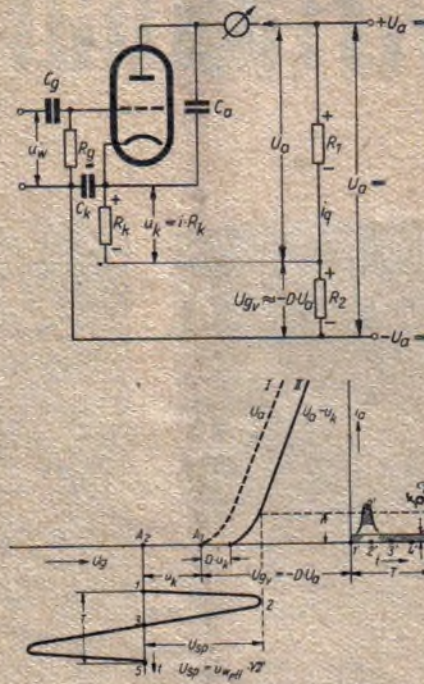
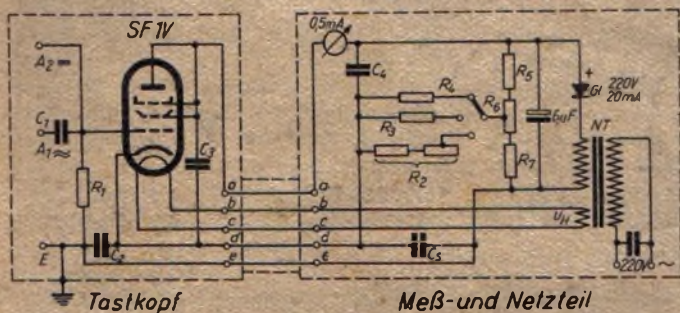

Abb. 1. Prinzip des Anodengleichrichters mit Gegenkopplung (C-Gleichrichtung)
Abb. 2. Schaltung des Tast-Röhrevollmeters (C-Anodengleichrichter mit Gegenkopplung)
Die Wirkungsweise des RVM ergibt sich an Hand der schematischen Darstellung in Abb. 1 wie folgt:
In Abb. 2 ist nun die Schaltung eines ausgeführten RVM dargestellt. Zuerst ist eine Entscheidung über die Art der zu benutzenden Röhre zu treffen. Ist man besonders an Messungen im KW- und UKW-Bereich interessiert, dann ist eine für UKW geeignete Röhre wie SD 1 A, PH 4675, RV 12 P 2000 (als Triode) oder ähnliche besonders gut geeignet. Diese Röhren weisen infolge ihres kleinen Gitter-Katodenabstandes auch bei sehr hohen Frequenzen einen großen Eingangswiderstand auf, bedämpfen also die Meßspannung weniger. Außerdem lassen sie sich infolge ihrer kleinen mechanischen Größe bequem in einen Tastkopf einbauen.
Für den Schallplattenbetrieb mit dem Rundfunkempfänger ist im allgemeinen eine zweistufige Verstärkung erforderlich. Fast alle Einkreiser sind jedoch nur mit einer Niederfrequenzstufe ausgerüstet, so daß das Audion zur Verstärkung mit herangezogen werden muß. Der Anschluß wird zweckmäßig zwischen Gitter und Masse vorgenommen, der Schaltkontakt (I) zwischen Gitter und Tonabnehmer gelegt. Es ist zu empfehlen, der Audionröhre beim Schallplattenbetrieb eine kleine Gittervorspannung zu geben. Das geschieht mit Hilfe des Widerstandes R_1 , der etwa 2 ... 5 k Ω erhält und durch einen Elektrolytkondensator von 20 ... 50 μF überbrückt wird. Dieser Widerstand wird bei Rundfunkbetrieb mit III kurzgeschlossen (Abb. 1). Eine andere Möglichkeit besteht darin, die Steuerung der für die Niederfrequenzverstärkung ausgenutzten Audionröhre am Schirmgitter vorzunehmen (Abb. 2). Die Verstärkung ist jedoch wegen der kleineren Steilheit geringer als bei der Steuerung über das Gitter 1. In diesem Falle muß der Siebkondensator beseitigt werden, damit kein Kurzschluß für die Steuerspannung eintritt. Das geschieht am einfachsten dadurch, daß man ihn in Reihe mit dem Tonabnehmer schaltet. Dadurch wird gleichzeitig der Tonabnehmer galvanisch vom Netz getrennt, wenn außerdem ein
verbunden, auch dann, wenn drei Leitungen zum Tonabnehmer führen. In diesem Falle werden die beiden inneren Leitungen, die mit der Tonabnehmer-Spule verbunden sind, nach Abb. 4 angeschlossen. In jedem Fall sind der Schallplattenmotor und alle Metallteile des Plattenspielers einschl. Tonarm zu erden. Zur Vermeidung des Übersprechens durch Rundfunk ist entweder der Kopplungskondensator C_1 abzuschalten oder der Schwingkreis kurzzuschließen (Abb. 1, I) Der Gitterableitwiderstand R_1 bleibt jedoch angeschlossen. Bei Gleich- und Allstromempfängern besteht eine galvanische Verbindung zwischen Lichtnetz und Masse des Apparates. Damit die Netzspannung nicht an die Tonabnehmerspule gelangt, ist ein Anpassungstransformator Tr (Abb. 5) einzuschalten, der zuweilen sogar zum Tonabnehmer passend geliefert oder mit dem Übersetzungsverhältnis 1 : 1 bis 1 : 2 eingebaut wird. An seiner Stelle können Trennkondensatoren C_3 und C_4 vorgesehen werden (Abb. 6), wie es schon in Abb. 2 angegeben wurde. Bei der Bemessung ihrer Kapazität muß man einen Kompromiß eingehen. Die Kapazitäten sollen nicht zu klein sein, damit die tiefen Töne nicht geschwächt werden, andererseits sollen sie nicht zu groß sein, damit der Berührungsschutz